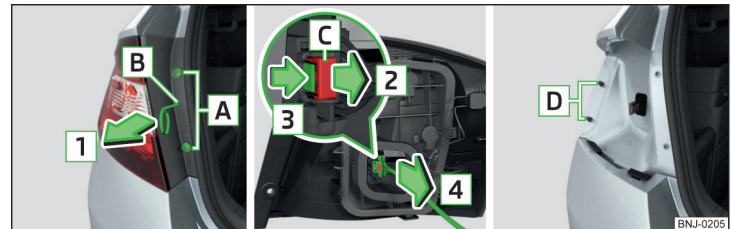
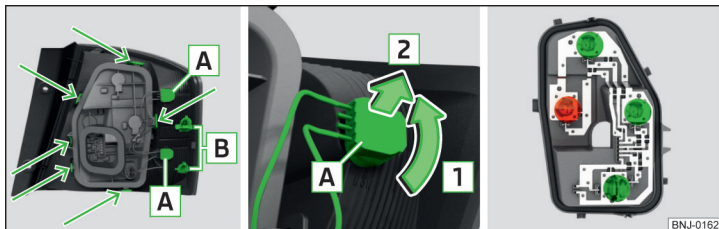

Abb. 218 Leuchte ausbauen / Stecker abziehen
Abb. 219 Äußerer Teil der Leuchte / Glühlampe herausnehmen / Lampenhalter
- › Die Leuchte mit der Handfläche festhalten und in Pfeilrichtung **[1]** » Abb. 218 vorsichtig von den Bolzen **D** abziehen.
- › Die Verriegelung entgegen der Pfeilrichtung **[2]** » Abb. 218 sichern.
- › Die Leuchte mit den Öffnungen **B** » Abb. 219 auf Seite 180 auf die Bolzen **D** » Abb. 218 in der Karosserie stecken.
- Die Fassung mit der Glühlampe **A** in Pfeilrichtung **1** drehen » Abb. 219.
- Die Fassungen mit den Glühlampen **A** in Pfeilrichtung **1** drehen » Abb. 219.
- Den Lampenhalter in mit Pfeilen gekennzeichneten Bereichen entriegeln » Abb. 219 und den Lampenhalter aus der Leuchte herausnehmen.